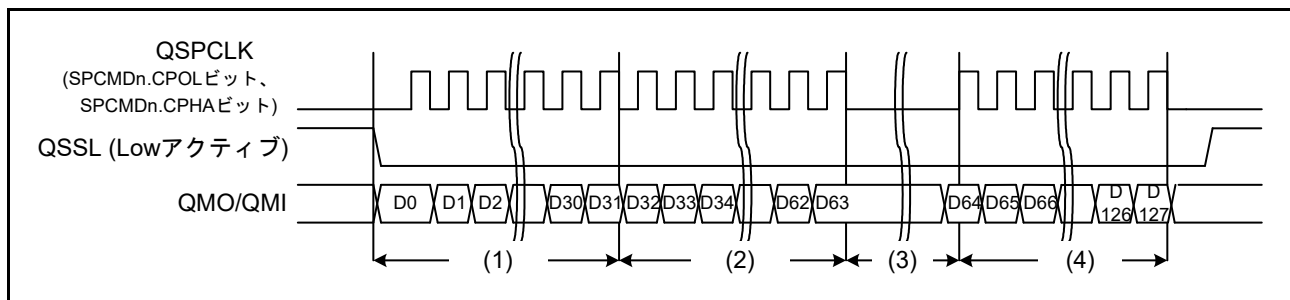

図 41.13 転送データ長を 128 ビットに設定したバースト転送の例 (Single-SPI モード) (n = 0 ~ 3)
SPCMDn.SPB[3:0] ビットを 8、16、32 ビットに設定し、SPBMULn レジスタを 1 ~ 4,294,967,296 に設定することにより、SPCMDn.SPB[3:0] ビットで設定した長さの転送を 1 転送として SPBMULn レジスタに設定した回数だけ連続的に繰り返す転送を実行します。ただし、転送中に送信バッファ (SPTXB) に送信データがなくなった場合、または受信バッファ (SPRXB) に SPCMDn.SPB[3:0] ビットに設定したデータ長の空きがなくなった場合はクロックを停止して、転送の再開を待ちます。SPCMDn.SPB[3:0] ビットを 32 ビット設定、SPBMULn レジスタを 4 に設定し、トータルの転送データ長を 128 ビットとした場合のバースト転送の例を図 41.13 に示します。図中 (1) ~ (4) の内容を以下に説明します。
- (1) 1 回目の 32 ビット転送です。
- (2) 2 回目の 32 ビット転送です。
- (3) 送信バッファに送信データがなくなったか受信バッファに 32 ビット分の空きがなくなったためにクロックを停止します。その間の QMO 出力は直前の値を保持します。送信データが書き込まれるか受信バッファに空きができるとクロックを送出して転送を再開します。
- (4) 3 回目と 4 回目の 32 ビット転送です。